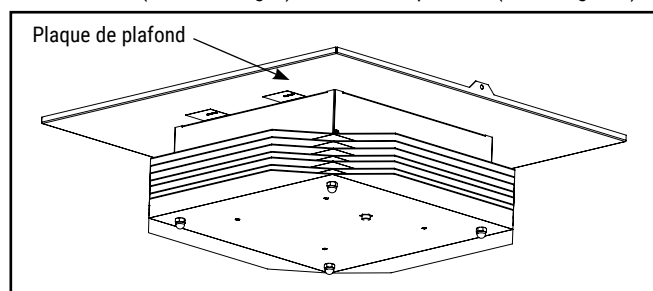

Figure 1.
1. Retirez le (n° de catalogue) du carton d'expédition. (Voir la Figure 1)